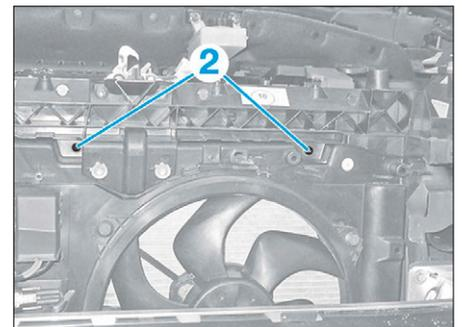

FIG. 65
- les vis de fixation (2) de l'ensemble radiateur condenseur (Fig.65),